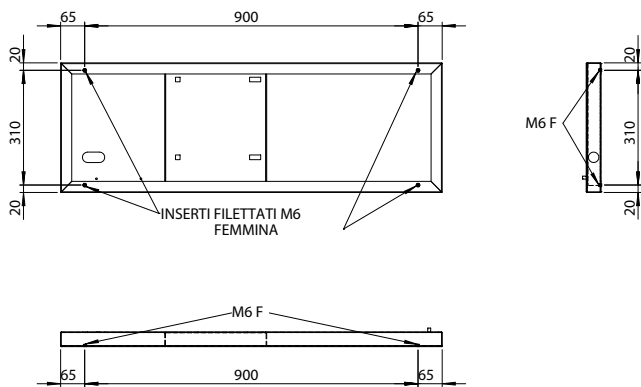

Fig. 1.i
- gabinete conforme com a normativa antisísmica segundo os padrões IEC60068-2-6, IEC60068-2-57, IEC60068-2-64, ISO2041. Para respeitar as normative acima, o gabinete deve ser fixado ao solo através de furos específicos roscados (rosca M6 fêmea) como na fig. 1.i.